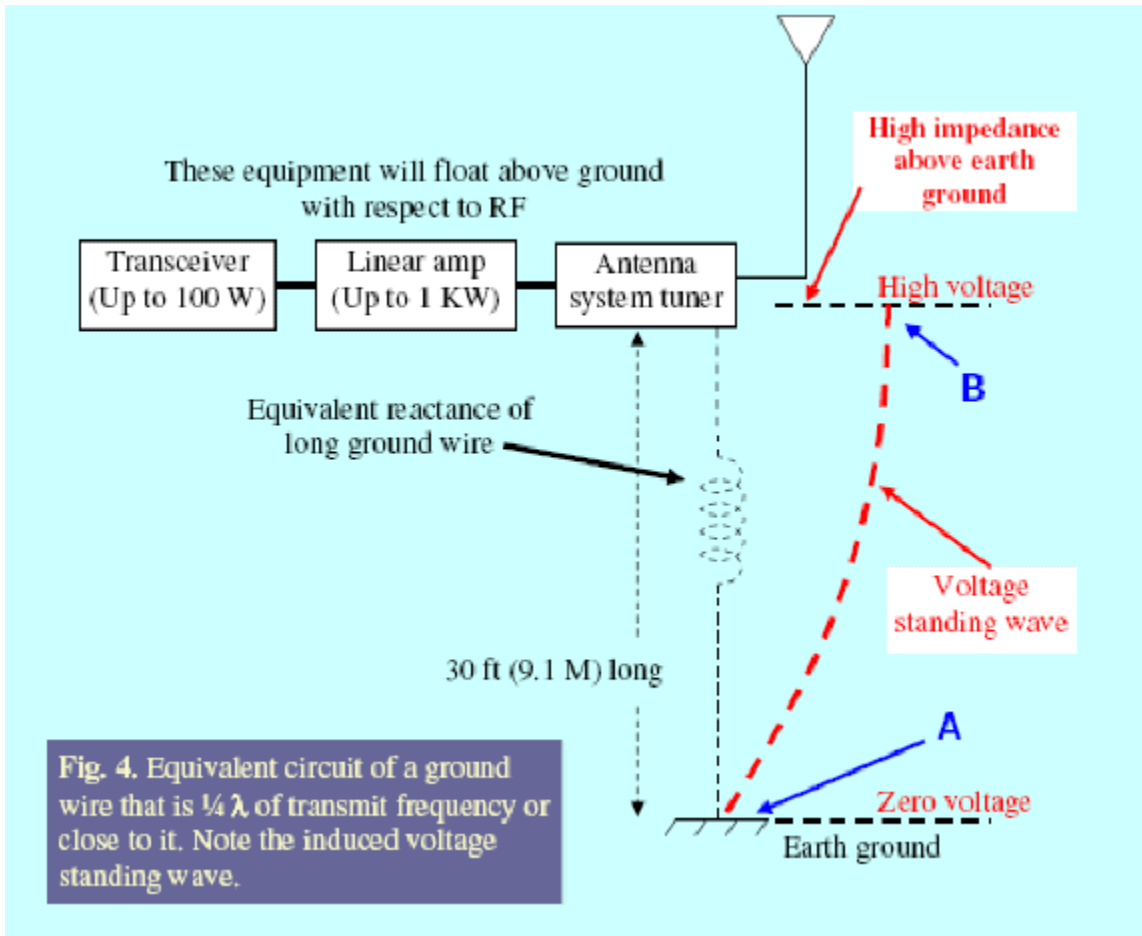

Figure 4.
Después de nuestro previo Qso, te adjunto y por favor lee y entiende la explicación de porqué tu configuración de tierra no tiene tierra. Para entender esto, favor examinar el dibujo de tu circuito eléctrico equivalente tal como se muestra en la Fig. 4:
Tu cable de tierra tiene 9.14 metros de largo; este largo es muy cercano a un cuarto de onda para 7 Mhz. Cuando transmites en esta banda tu antena, creará una imagen de ondas estacionarias a través del largo del cable. Esto sucede en virtud del voltaje de radiofrecuencia inducido debido a la resonancia. Si el largo del cable de tierra es  $\frac{1}{4}$  de onda a la frecuencia de transmisión, dicho cable resonará y actuará como un irradiante. Si el cable de tierra es más corto que un cuarto de onda aparecerá como una reactancia inductiva, el valor del voltaje es cero (punto A) a nivel de tierra física y alto en el punto de tierra del circuito del equipo (Vea Fig. 4, punto "B").
Si el cable es exactamente  $\frac{1}{4}$  de onda a la frecuencia transmitida, el cable de tierra se comporta como un circuito resonante LC con una alta impedancia arriba (punto "B" en la Fig. 4). Esta reactancia aparecerá como una resistencia (llamada impedancia) que impide el flujo de corriente de radiofrecuencia hacia la tierra física, produciendo que el retorno de tierra de todo el equipo de radio flote sobre la tierra física como si el cable de tierra no estuviera allí o como un aislador para la radiofrecuencia. Debido a que una punta del cable lleva directamente a la tierra física (impedancia cero), y la otra punta (a nivel del punto de tierra del circuito del equipo, marcado como "B" y que es el punto de alta impedancia (z alta), la onda estacionaria de voltaje que aparece en cualquier punto del cable a la frecuencia de resonancia es:
**Table 1.** RF voltage standing waves that are developed at point "B" (See Fig. 4) when lengths of ground wire are equal or less than ¼ λ, at operating frequency.
Note que el punto de voltaje alto de radiofrecuencia es ahora lo contrario de los puntos de voltaje desarrollados en el caso del escenario 2 (Ver Fig. 4). Tomando ventaja de esta característica, el uso de la contraparte (counterpoise) desplaza el alto voltaje lejos de los equipos. Si cada banda tiene su propia contraparte (counterpoise), entonces cada una de ellas funcionará cada vez que se cambie la banda permitiendo la operación multibanda y evitando radiofrecuencia severa en el shack.